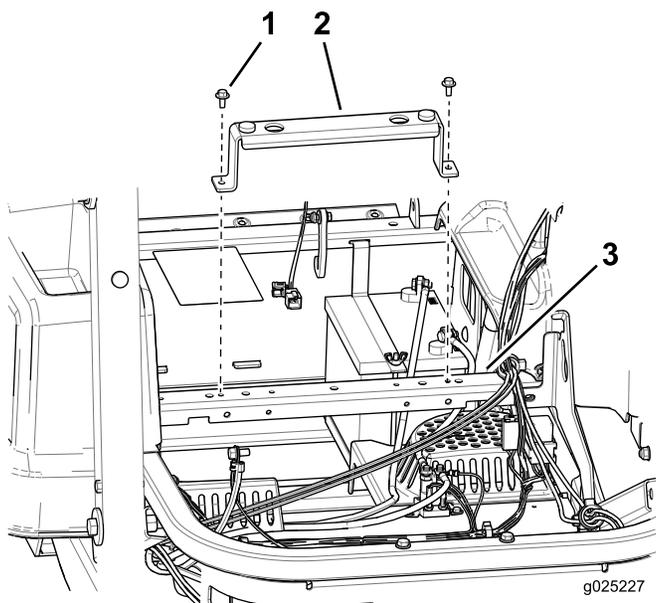

Figura 5
4. Instale o suporte do banco na estrutura da máquina com 2 parafusos auto-roscantes (1/4 x 1/2 pol.) (Figura 5).